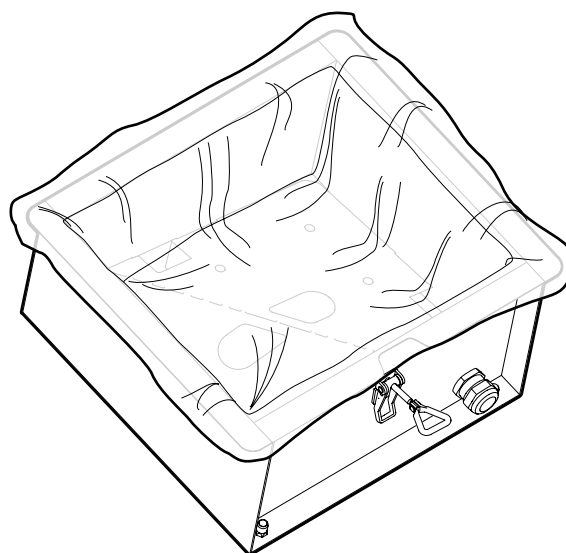

Fig. 28
- Placera en ny Stoftpåse CMF PSW3 korrekt i stoftkärlet (**Fig. 28**).